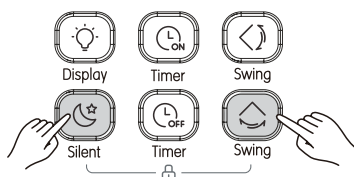

Рисунок 3.19
- 1) Одновременно нажмите  и , чтобы заблокировать кнопки (см. Рис. 3.19). На экране появится значок замка;